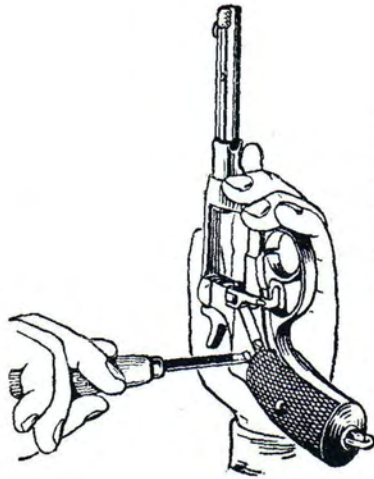

Рис. 30. Как ввинтить соединительный винт
3) **вывинтить соединительный винт** (рис. 30);